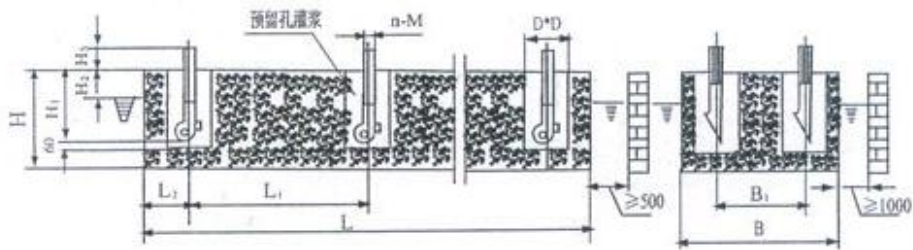

图 6.1 基础图
- 1.地基尺寸及机座安装尺寸(图 6.1、表 6.1);
1、泵的基础按本说明书基础图,用混凝土浇筑。(参见图6.1基础图)
3、安装时泵与墙面之间需要留有一定的安装空间。见地基图。(图6.1基础图)泵的上方空间不少于100-150cm。